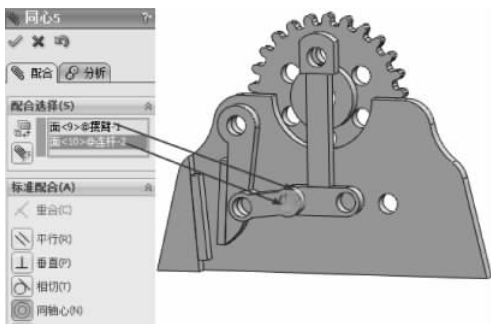

图 3-146 同轴心配合
(9) 选择【标准配合】选项组下的【同轴心】配合类型 , 在【要配合的实体】选择框  中选择如图 3-146 所示的面, 其他保持默认, 单击【确定】按钮 , 完成同轴心配合。